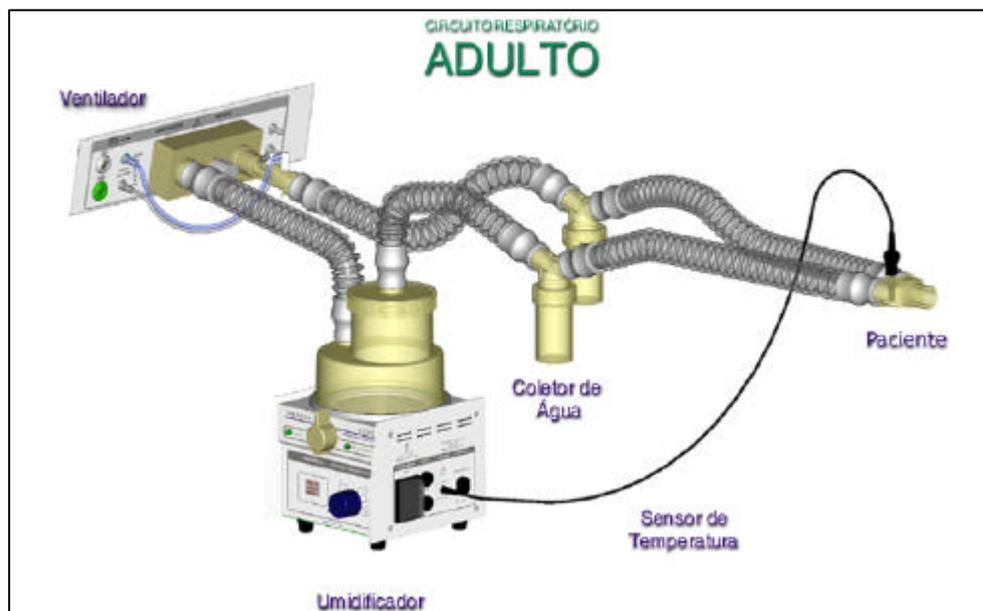

Figura 6.2. Circuito respiratório adulto.
6. Montar o circuito respiratório do Servoventilador CARMEL conforme os esquemas da Figura 6.2, 6.3 e 6.4.